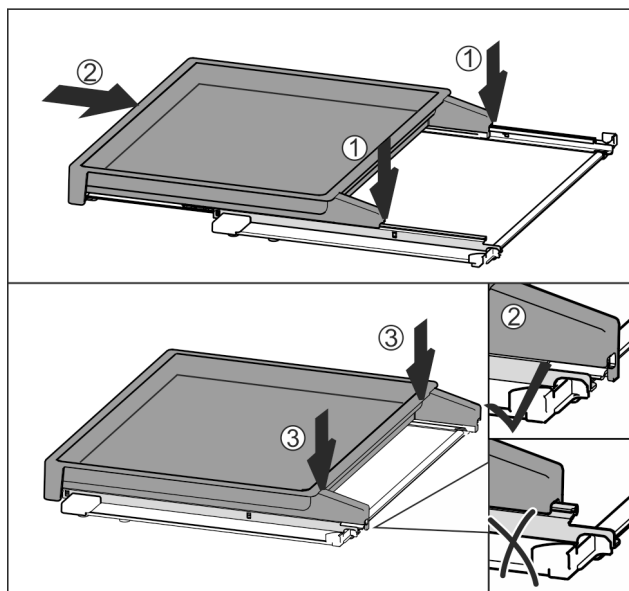

Fig. 134
- ▶ Așezați centrat pe șine Fig. 134 (1).
- ▶ Împingeți complet raftul extractibil în interior Fig. 134 (2).
- ▶ Apăsați pe partea din spate, până când acesta se cuplează cu un zgomot specific Fig. 134 (3).